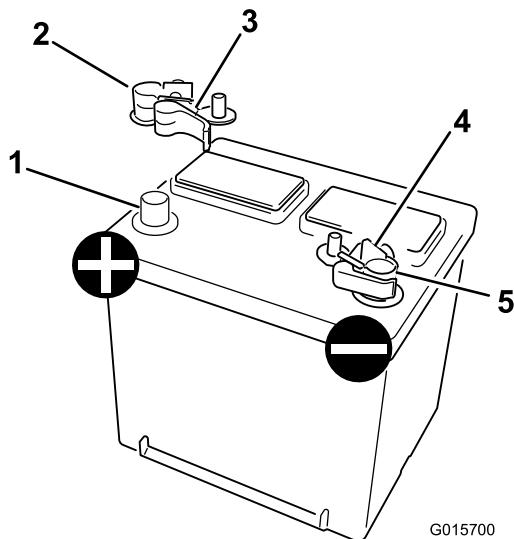

Figura 4
- Installate i connettori ad attacco rapido ai terminali della batteria con i bracci del serratubo rivolti verso l'esterno (Figura 4). Installate il connettore non modificato sul polo positivo della batteria. Installate il connettore modificato sul polo negativo della batteria.